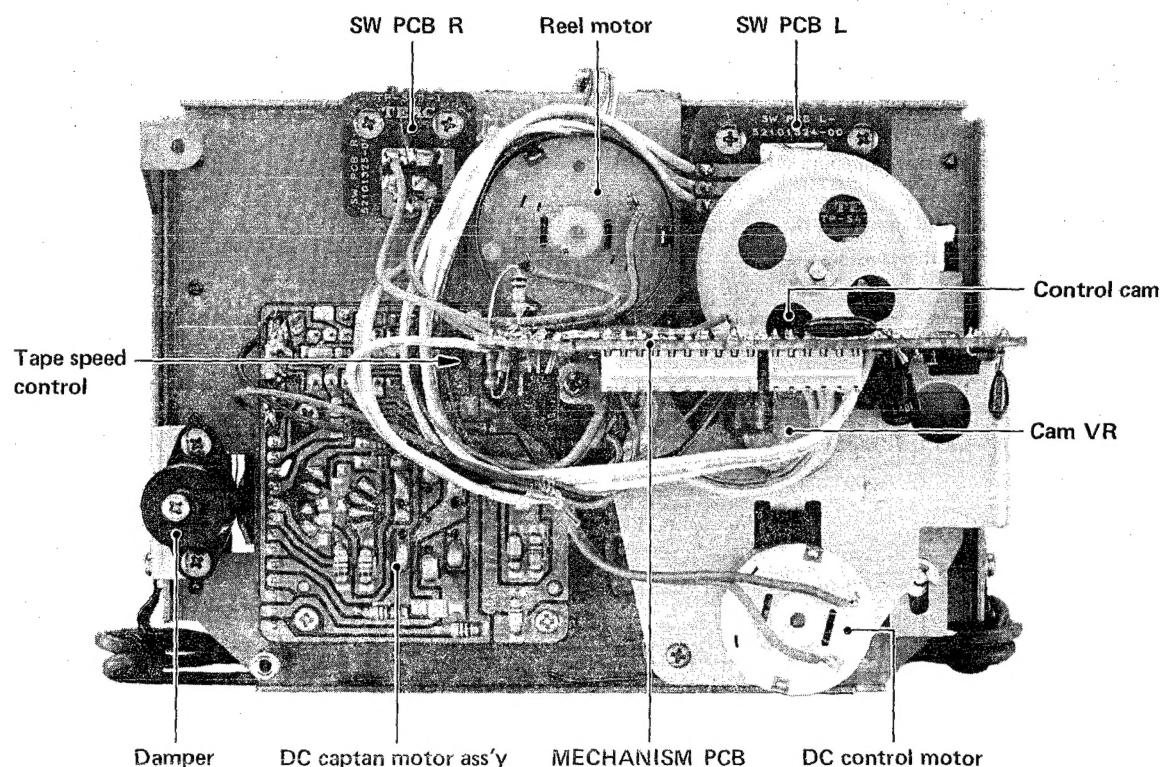
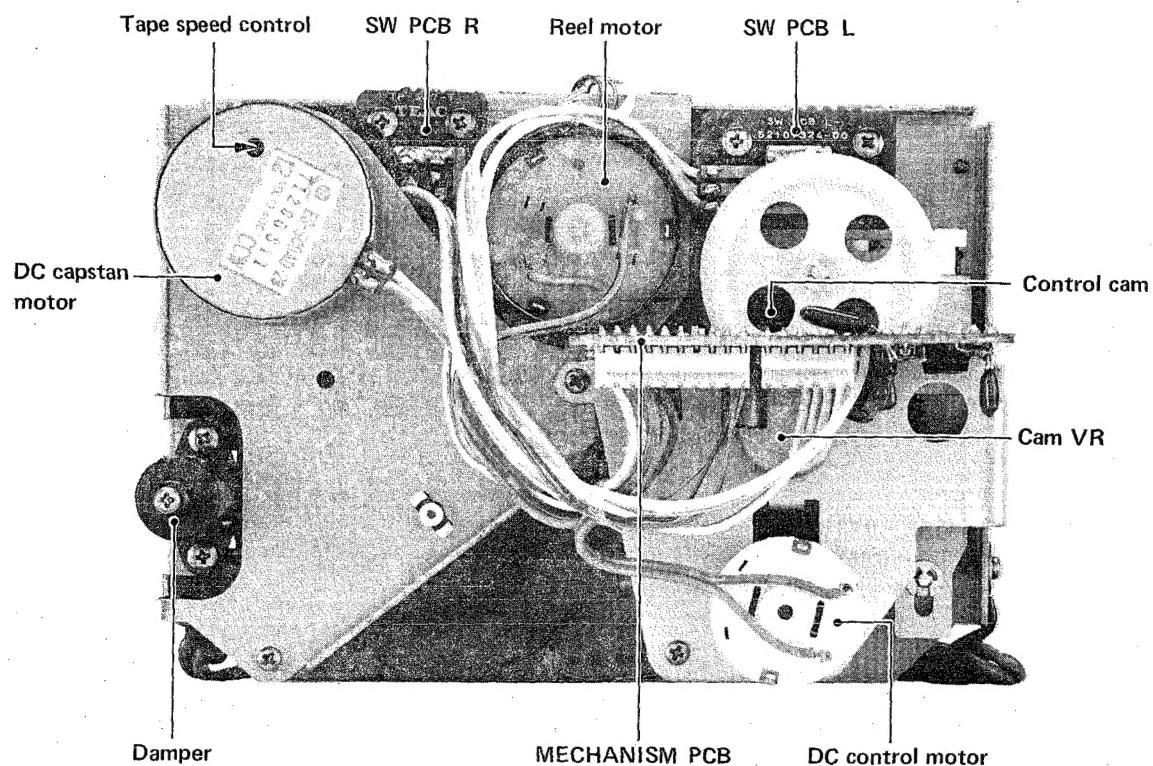

Fig. 3-3 Transport rear view トランスポート後面図 (V-900X)
Fig. 3-4 Transport rear view トランスポート後面図 (V-800X/V-700)
Refer to Fig. 3-3, Fig. 3-4 for control cam location
コントロール・カムの取付箇所は図3-3、図3-4参照
- Adjustor: V-900X: Semi-fixed resistor on DC capstan motor assembly's PCB (Fig. 3-3)
- V-800X/V-700: Semi-fixed resistor on the capstan motor (Fig. 3-4)